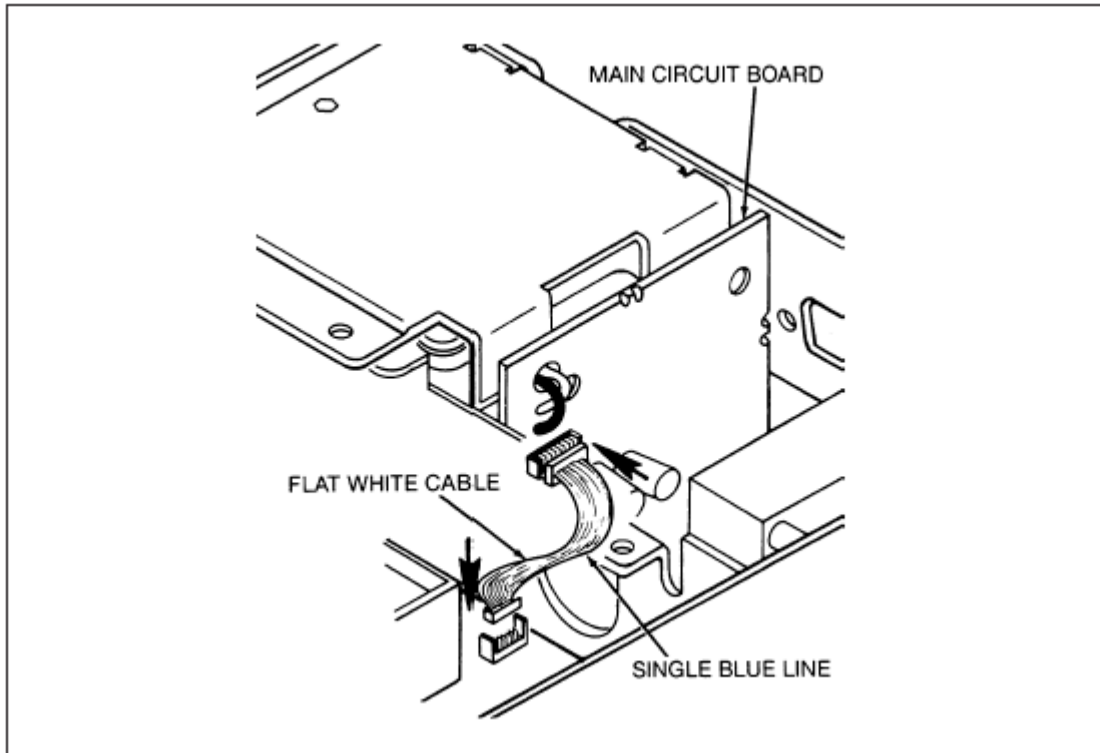

图 7-4 电池选件连接电缆
4. 从电池选件上拆下两个#6-32 x 1/4"锥头螺丝钉（如图7-4）
5. 小心地将电池选件滑出数表（如图 7-4，不要抽紧电路板与电池端口的连接导线。
3. 小心地将电池选件滑入数表后部为电池留下的安装空间（如图 7-4），确保安装槽和螺丝固定孔对齐，不要将电池端口处的电线拆下。